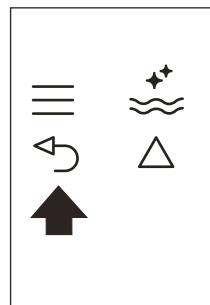

Рис. 25
- Дважды нажмите значок \leftarrow (B6) (рис. 25) для выхода из меню.